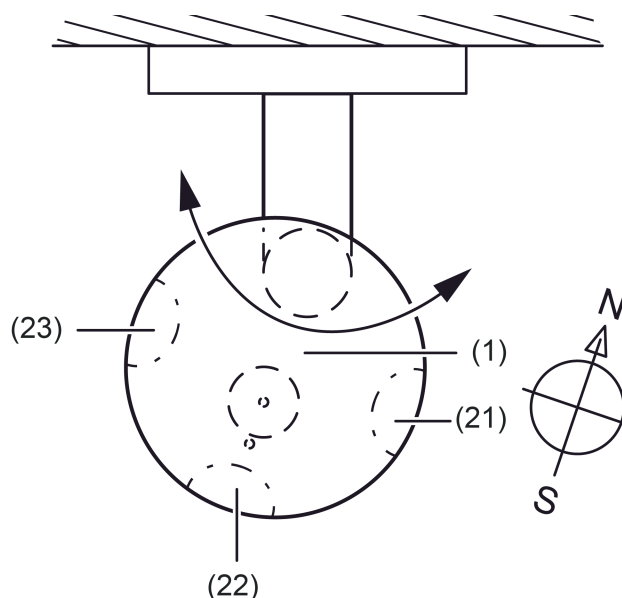

Bild 6: Ausrichtung der Wetterstation
- (1) Lichtdurchlässiger Sensorkopf mit der Sensorfläche des Niederschlagssensors, dem Temperatursensor, dem Dämmerungssensor, dem Windsensor und den 3 Helligkeitssensoren
- (2) Winkelarm mit variabler Verrastung zur Ausrichtung des Sensorkopfes
- (3) Klemmenkasten zum Anschluss des KNX/EIB und der Heizspannung an den Sensorkopf
- (4) Lage des Temperatursensors
- (5) Sensorfläche der Niederschlagssensors
- (6) Lage des Dämmerungssensors und des Helligkeitssensor 2
- (7) Lage des Helligkeitssensor 1 (Helligkeitssensor 3 befindet sich in 9 Uhr-Position (Bild 6) und ist somit dieser Ansicht nicht sichtbar)
- (8) Lage des thermischen Windsensors